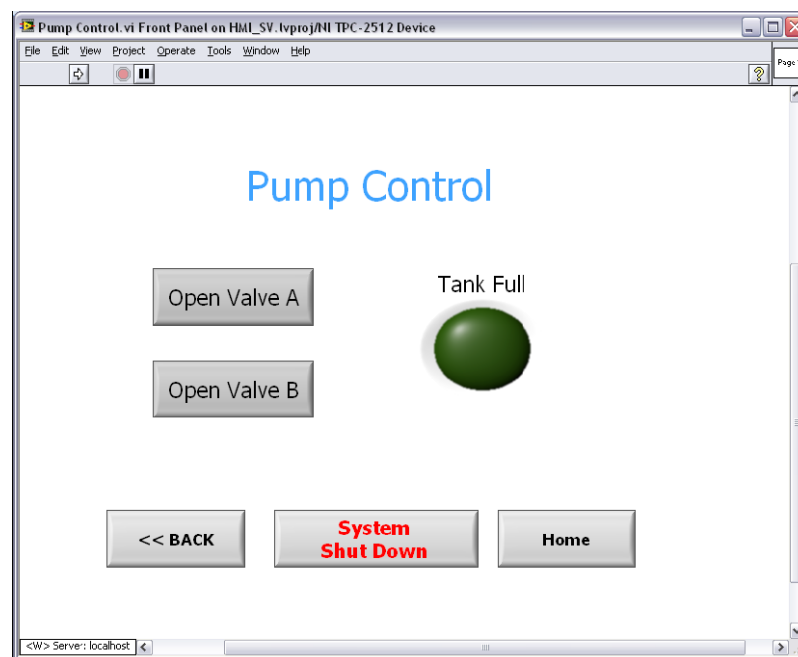

Рисунок 7.20. Пример страницы пользовательского интерфейса
9. В обработчике нажатия на кнопку "Back" поместите VI TPC Previous Navigation Page.vi, который осуществляет возврат на ранее открытую страницу и остановку VI Pump Control.vi (рисунок 7.20).